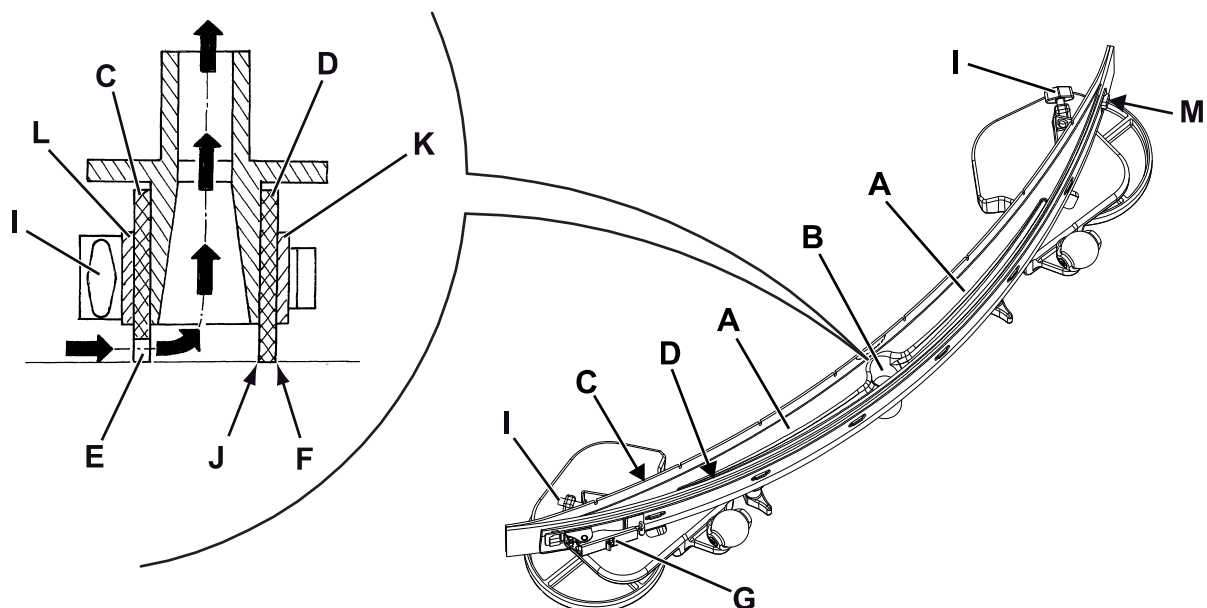

Abbildung 6
2. Zündschlüssel (58) einstecken und in Stellung I drehen.
3. Sauglippe (30) durch Betätigen von Schalter (63) absenken.
4. Zündschlüssel (58) in Stellung 0 drehen.
5. Ansaugrohr (31) von der Sauglippe abnehmen.
6. Sterngriffe (34) lösen und Sauglippe (30) abnehmen.
7. Sauglippe abspülen und reinigen. Insbesondere die Hohlräume (A, Abb. 6) und die Bohrung (B) von Schmutz und Abfällen befreien. Überprüfen, ob der vordere (C) und der hintere Gummi (D) unversehrt sind und keine Schnitte oder Risse aufweisen, gegebenenfalls austauschen.
1. Sauglippe (Abb. 6), wie in vorstehendem Abschnitt erläutert, reinigen.
2. Überprüfen, ob die Fugenkante (E) des vorderen (C) und die Fugenkante (F) des hinteren Gummis (D) gleichzeitig in ihrer gesamten Länge auf dem Fußboden aufsitzen. Andernfalls Höhe wie folgt einstellen:
- Zugstange (G) entfernen, Haltevorrichtungen (M) lösen und hinteren Gummi (D) einstellen. In die Haltevorrichtungen einrasten und mit der Zugstange fixieren.
- Sterngriffe (I) lösen und vorderen Gummi (C) einstellen. Sterngriffe wieder festdrehen.
3. Überprüfen, ob der vordere (C) und der hintere Gummi (D) unversehrt sind und keine Schnitten oder Risse aufweisen, gegebenenfalls wie folgt austauschen. Überprüfen, ob die Vorderkante (J) des hinteren Gummis verschlissen ist. Gegebenenfalls Gummi umdrehen und eine der drei unversehrten Kanten als Vorderkante verwenden. Sind auch die anderen drei Kanten abgenutzt, Gummi wie folgt austauschen:
- Zugstange (G) aushaken, Haltevorrichtungen (M) lösen, Haltestreifen (K) abnehmen und hinteren Gummi (D) umdrehen/ austauschen.
- Sterngriffe (I) aufdrehen, Haltestreifen (L) abnehmen und vorderen Gummi (C) austauschen.